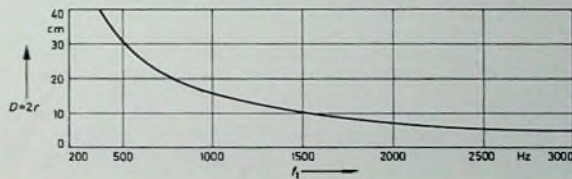

Bild 10. Erste Teilschwingungsresonanz  $f_1$  als Funktion des Durchmessers  $D = 2r$  von Konusmembranen aus geschältem Papier
Für Tieftonsysteme kann man allgemein fordern, daß ihre Membranen einen sehr großen Durchmesser haben sollen und daß ihre Schwingspulen große Amplituden zulassen. In der Praxis wird der Durchmesser der Baßlautsprecher durch die geometrischen Maße der Gehäuse begrenzt, und man wird nur selten über  $2r = 20 \dots 30$  cm hinausgehen. Damit liegt auch ihre obere Frequenzgrenze nach Abschnitt 3.1. fest, nämlich 758 ... 505 Hz für die 1. Transversalschwingung nach Gl. (6). Aus Bild 10 kann man die 1. Teilschwingungsresonanz in Abhängigkeit vom Konusdurchmesser entnehmen. Durch Dämpfung der Membran läßt sich die Frequenzgrenze in gewissen Grenzen erhöhen.